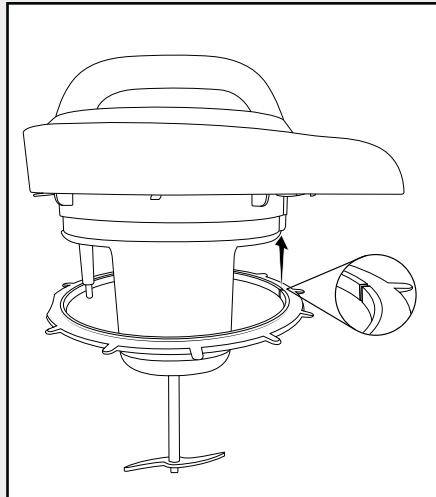

Fig. 1
- Sæt tætningsringen **8** på låget **9** igen, så tætningsringen **8** går ind i udskæringen. Sørg for, at den lille indskæring på tætningsringen **8** sidder om fikseringstappen på låget **9** (fig. 1). Den flade side af tætningsringen **8** vender mod siden, hvor sensoren **7** finder sig: